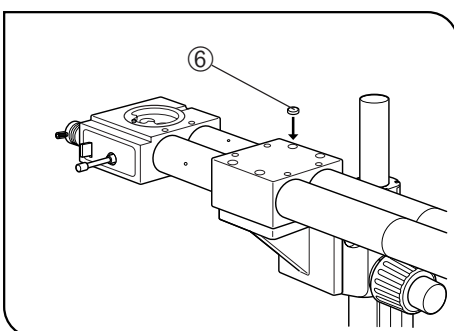

Abb. 9
7. Die vier mitgelieferten Kunststoffabdeckungen ⑥ an den vier Schraubenbohrungen anbringen, um die Feststellschrauben zu verdecken. (Abb. 9)